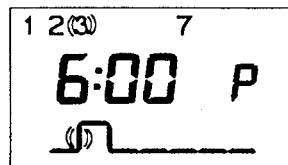

Fig. 5.23
Bloktasten **b** (9) trykkes ind og dermed forsvinder **b** på displayet (fig 5.23) Programmeringstasten **Pro** (10) trykkes ind og displayet går tilbage til normalvisning (drift) (fig. 5.24).